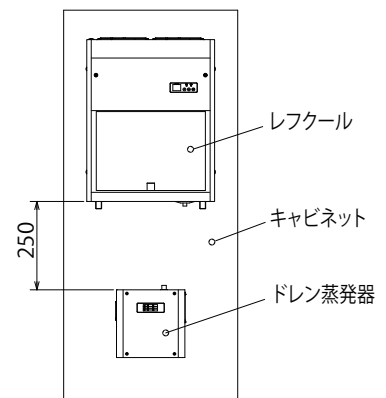

図 2
- 排水ホース内の流れが滞らないよう、レフクールとドレン蒸発器の距離を取ってください。(推奨距離 250mm 以上(図 2))